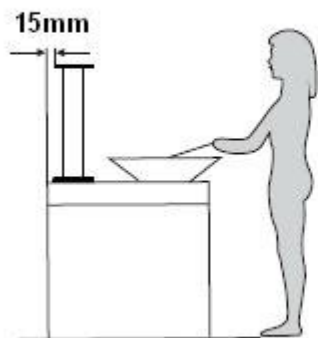

Рис. 1
1. Вытяжка должна располагаться на расстоянии не менее 15 мм от стены. (См. рис. 1)